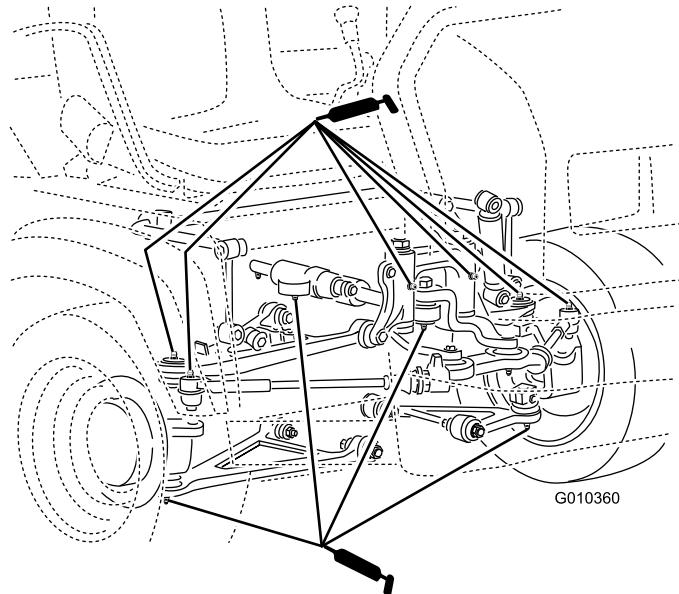

Bild 29
- **Kugelgelenke (4)**, siehe Bild 29
- **Spurstangen (2)**, siehe Bild 29
- **Schwenkhalterungen (2)**, siehe Bild 29
- **Lenkzylinder (2)**, siehe Bild 29